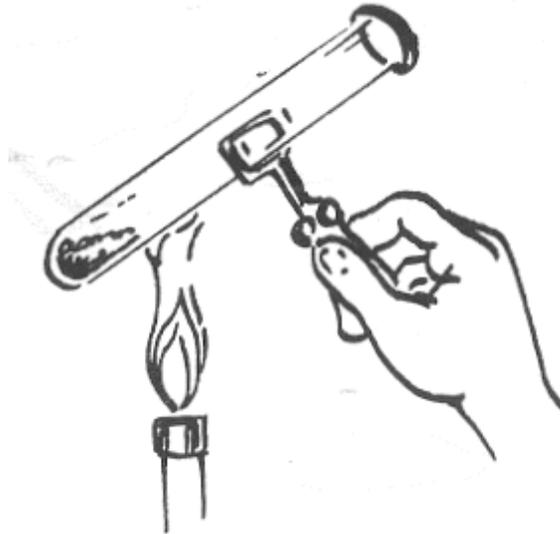

Figura 3.2
- 2.2 Acomodar el tubo en un ángulo de 45° como lo muestra la figura 3.2 y cerciorarse de que la boca del tubo no esté dirigida hacia alguna persona.